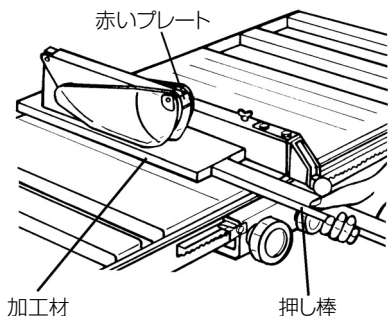

図 48
- 接触予防装置（保護カバー）のいちばん手前には、赤いプレートを貼り付けてあります。切断中、木材に終わりまで手を添えなければならないときには、あらかじめ用意した押し棒で押すようにし、絶対に手をプレートより中に入れないでください。（図 48 参照）